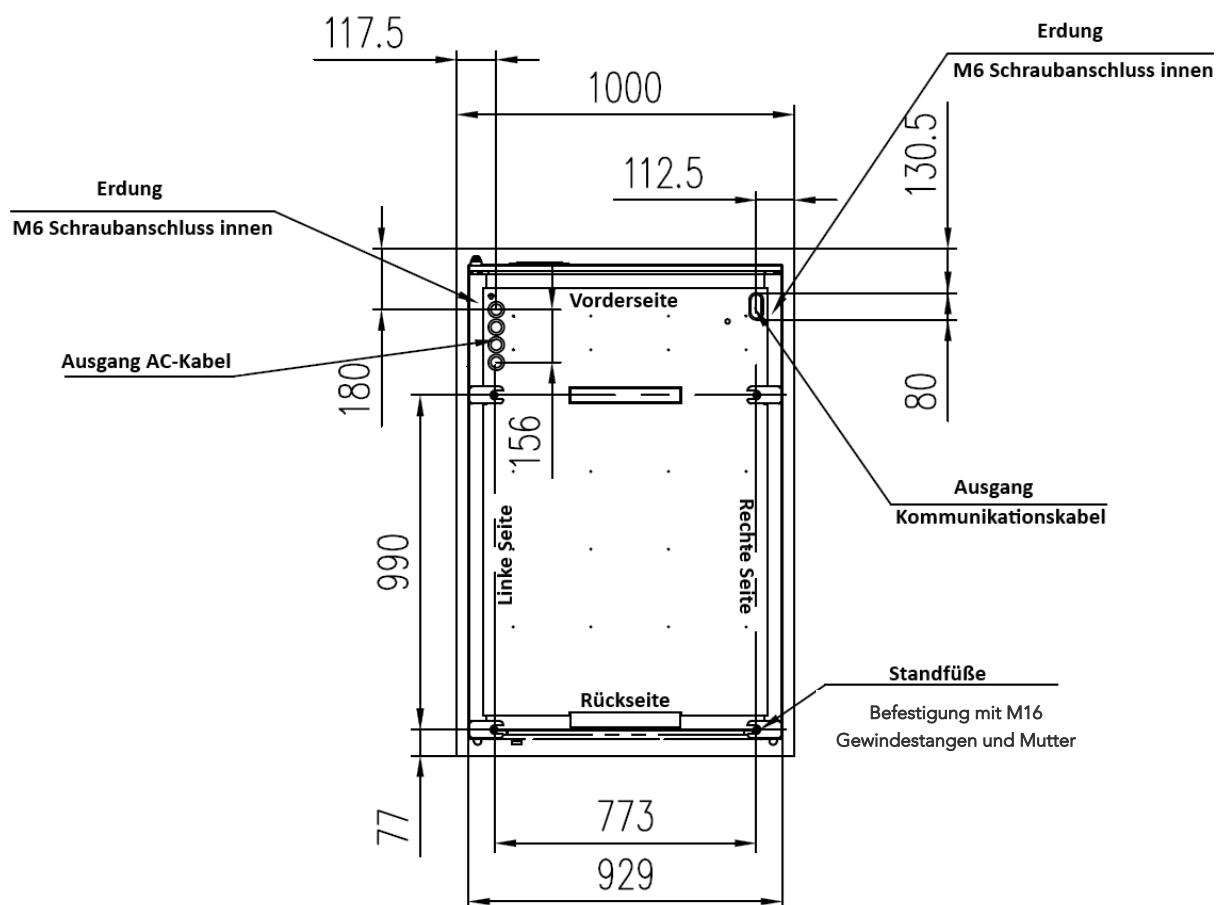

Abbildung 17: Bemaßte Sicht von unten auf das Speichersystemgehäuse
- 2) Vergewissern Sie sich, dass die Befestigungspunkte auf der Montagefläche zu den Positionen den unteren Befestigungspunkten des Schanks passen. Siehe dazu Abbildung 17.